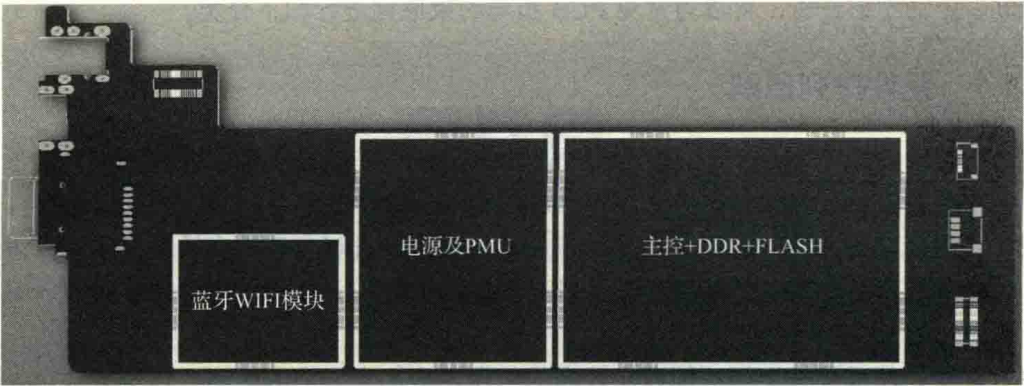

图 8-3 屏蔽罩的规划
- (4) 对干扰源或易受干扰的模块进行屏蔽，屏蔽罩应有良好的接地。屏蔽罩的规划如图 8-3 所示。